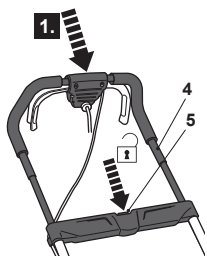

Fig. 12
- > Mantenga pulsado el botón de desbloqueo (5) en posición.
- > Empuje la barra del mango superior (4) hasta que sienta una pequeña resistencia.
- > Esta acción desbloquea el giro de la barra del mango (Fig. 12).